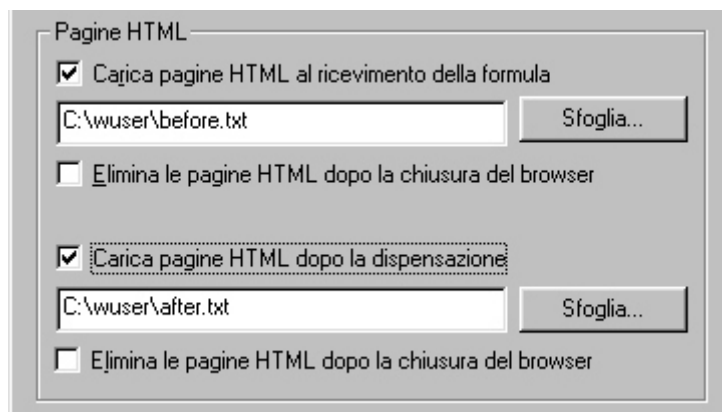

Figura 14
2. Nella casella di testo, specificare il percorso e il nome del file di testo nel quale sono elencate le pagine html da aprire (nell'esempio di Figura 14, "before.txt"). Fare clic su **Sfoggia...** per ricercare il percorso e il file sul disco fisso o in rete.
2. Nella casella di testo, specificare il percorso e il nome del file di testo nel quale sono elencate le pagine html da aprire (nell'esempio di Figura 14, "after.txt"). Fare clic su **Sfoggia...** per ricercare il percorso e il file sul disco fisso o in rete.